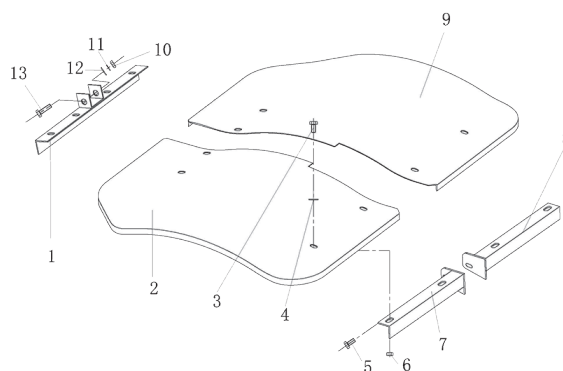

рис.4
3.4 Установка защитных кожухов фрез (см.рис.4)
- прикрутить переднюю (рис.4 поз.1) планку к основанию болтом;
- защитные кожухи (рис.4 поз.9) и задние планки (рис.4 поз.7 и 8), совместив крепёжные отверстия, прикрутить четырьмя болтами (по две на кожух) к основанию;